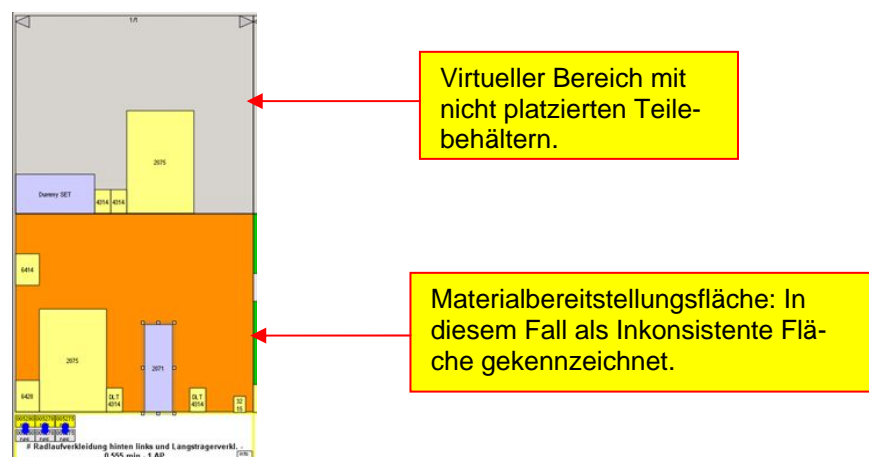

Abbildung 269: Teilbehälter im virtuellen Planungsbereich
- Sie können Teilebehälter und Regale manuell aus dem virtuellen Bereich in der Materialbereitstellungsfläche platzieren (siehe Abbildung 269). Für jede Materialbereitstellungsfläche ist ein virtueller Bereich verfügbar. Im virtuellen Bereich werden Teilebehälter angezeigt, die in der Materialbereitstellungsfläche noch nicht platziert wurden. Der virtuelle Bereich entspricht den Abmessungen der Materialbereitstellungsfläche. Siehe Virtueller Bereich.